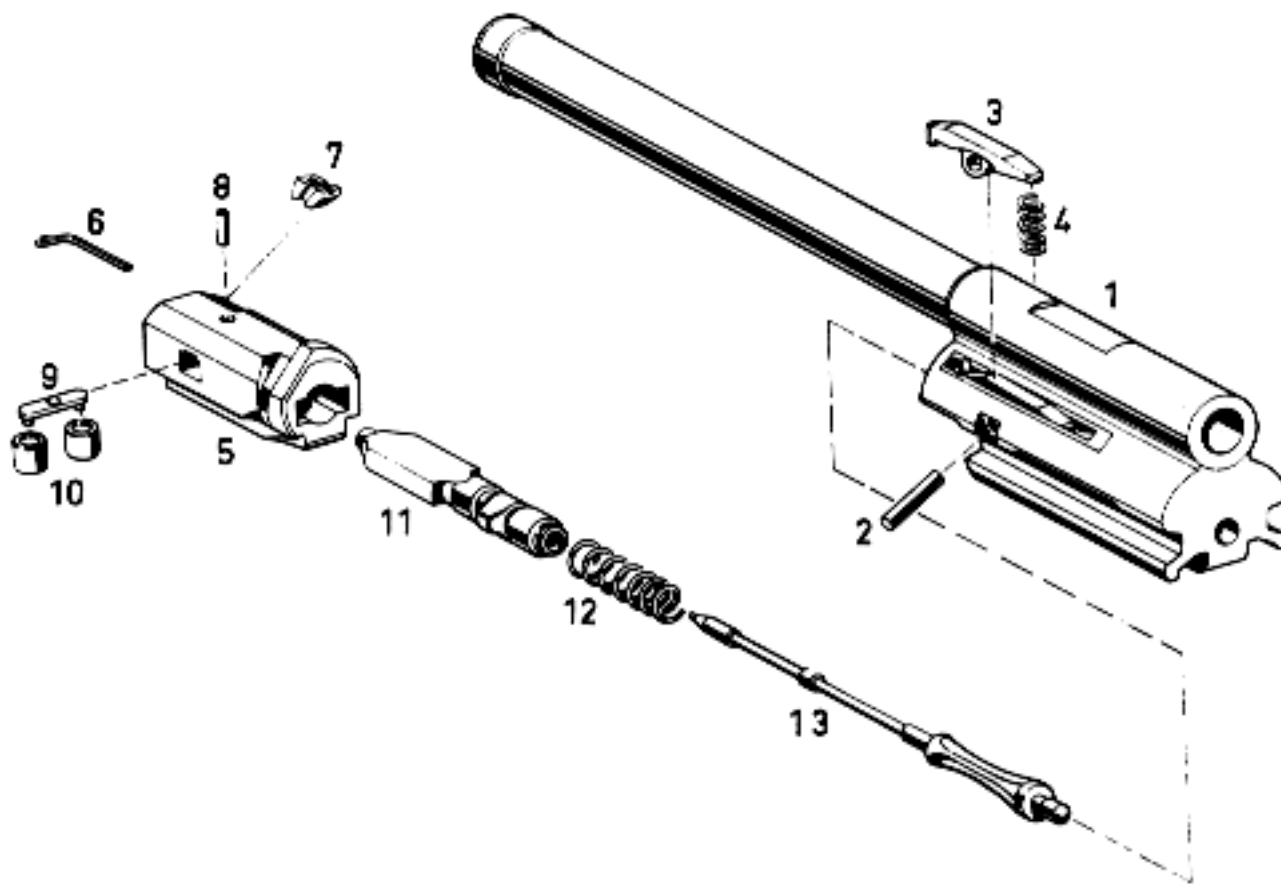

Fig. 17: Locking piece
1.5.1.2. Bolt assembly (Fig. 17)